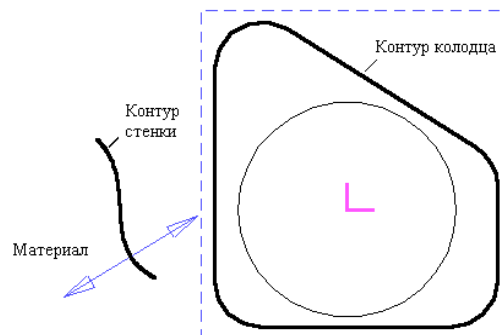

Рисунок 4.23 – Контур деталі
5. Натисніть кнопку «Контур». Вкажіть поточний контур колодязя – «Контур1» і натисніть <Esc> або середню кнопку миші (рис. 4.23).
8. Підведіть курсор в місце зліва від контуру і клацніть лівою кнопкою миші (рис. 4.23).